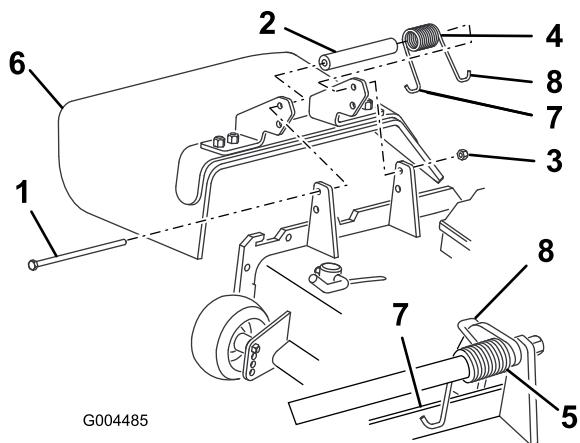

図 80
2. デフレクタをピボットブラケットに固定しているロックナット、ボルト、スプリング、スペーサを外す(図 80)。デフレクタを取り外す。
3. デフレクタのブラケットの間にスペーサとスプリングを入れる(図 80)。スプリングの左側のフックを、デッキのエッジに引っ掛ける。
**注** ボルトを取り付ける前に、スプリングのJ字フックがデッキの後部エッジに図 80のように取り付けられていることを確認してください。
4. ボルトとナットを取り付ける。スプリングの右側のフックを、デフレクタに引っ掛ける(図 80)。